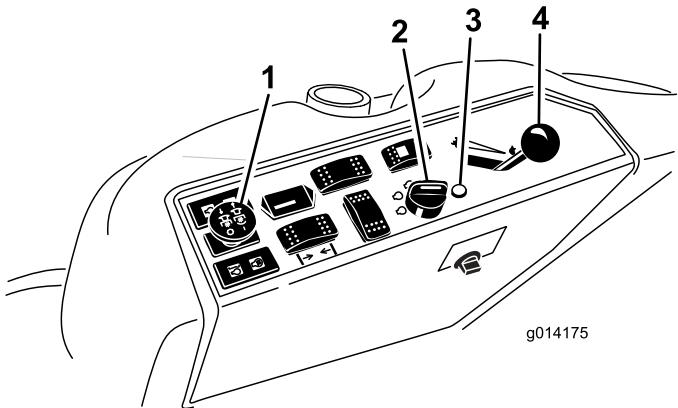

Figura 11
- Desloque o interruptor PTO (tomada de força) para a posição off (Figura 11).
- Desloque a alavanca do acelerador para metade entre as posições Fast (rápido) e Slow (lento) (Figura 11).